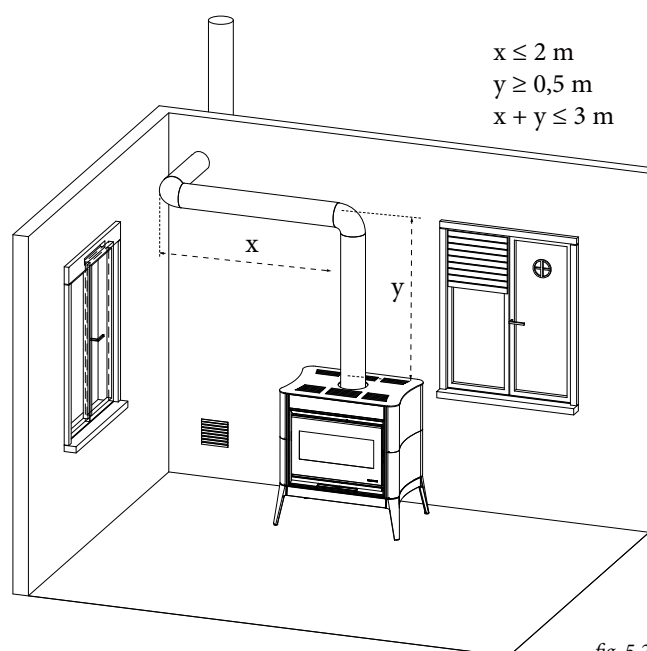

fig. 5.2
- Pour raccorder le poêle à la cheminée il est possible d'effectuer au maximum 3 changements de direction non supérieurs à 90°, avec une longueur du canal de fumée non supérieure à 2 mètres en projection horizontale et au maximum 3 mètres au total (fig. 5.2).